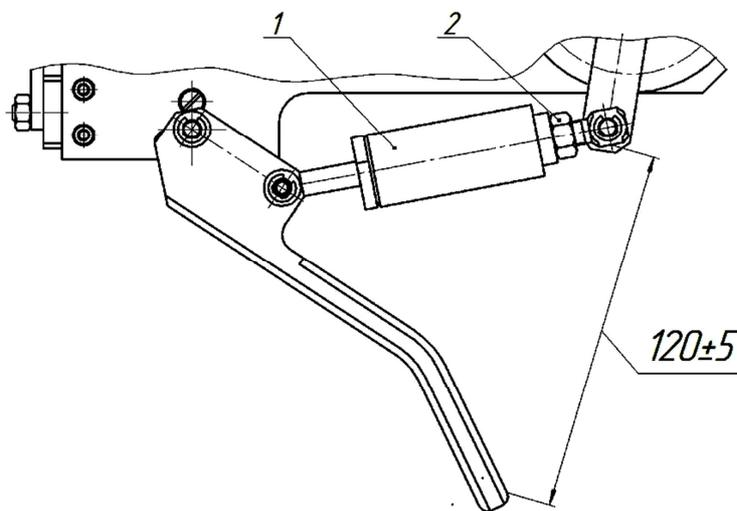

Рисунок 11
2.2.6 Приводной и опорный ролик должны быть прижаты с усилием, которое определяется расстоянием (120 ± 5) мм, при котором рычаг находится в свободном положении. При необходимости с помощью корпуса поз. 1 (рисунок 11) отрегулировать нужное расстояние, при котором начинается прижим, и зафиксировать контрящей гайкой поз. 2.